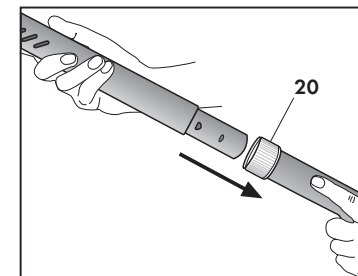

Fig. 11
- Está colocada no fim do tubo flexível e serve para a ligação das extensões rígidas ou de um dos outros acessórios (Fig. 11).